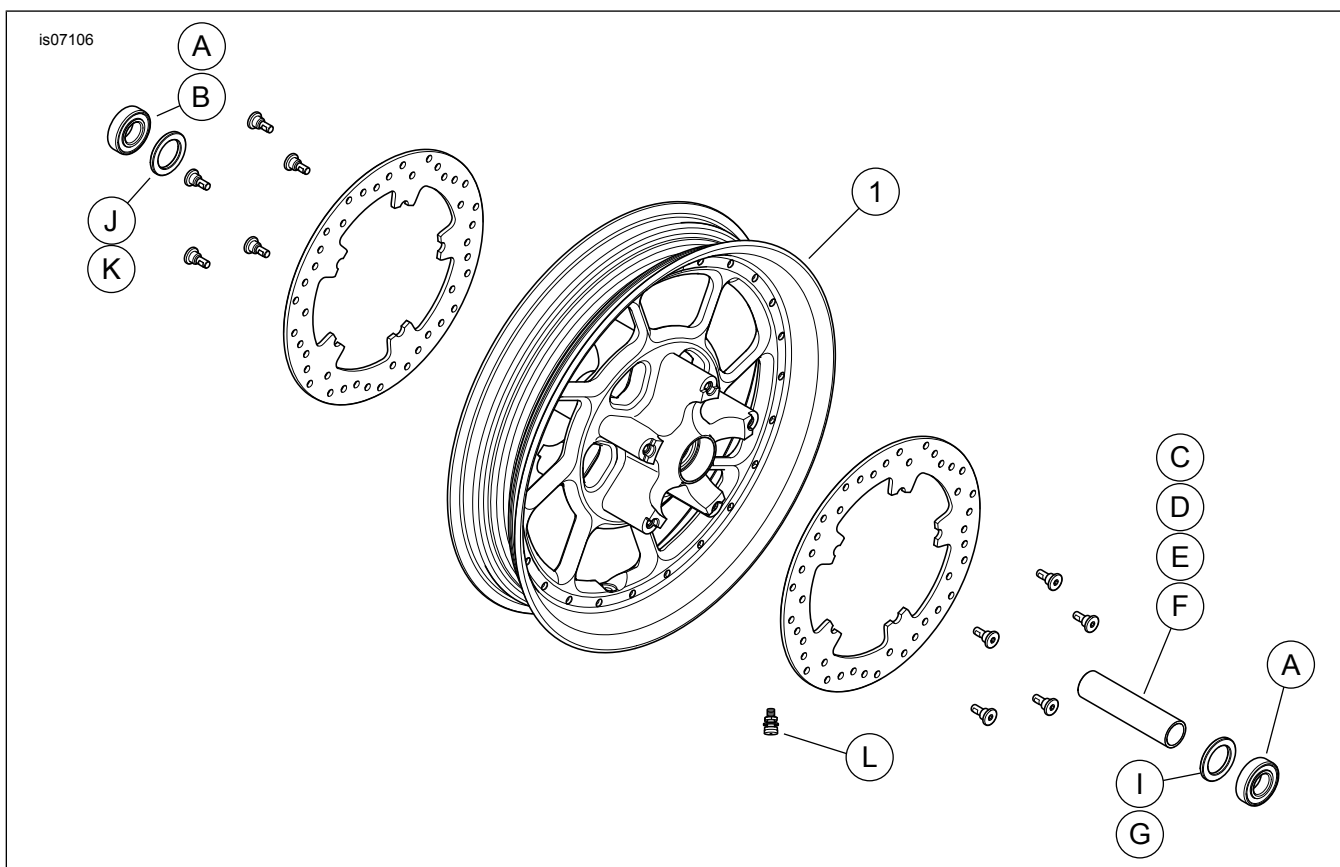

Figura 1. Piezas de servicio: Kits de rueda delantera Road Winder
2. Vea Figura 1. Instale el conjunto del vástago de la válvula (L) en la rueda. Vea NEUMÁTICOS en el Manual de servicio.